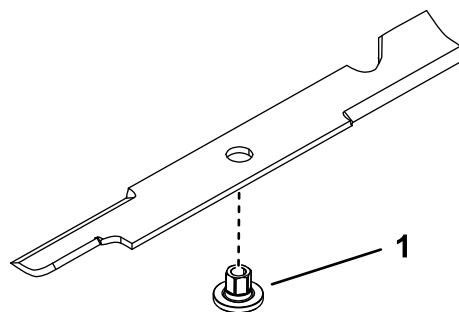

Figura 94
- Instale el casquillo a través de la cuchilla con la brida del casquillo en el lado inferior (lado del césped) de la cuchilla (Figura 94).